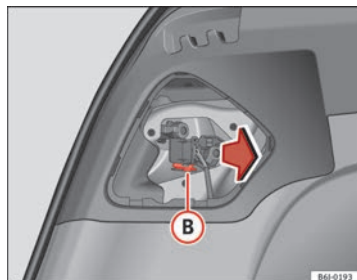

Fig. 170 Desmontaje del portalámparas
- Desmonte el portalámparas presionando el clip de sujeción **B** ⇒ fig. 170 y extraígallo hacia fuera.